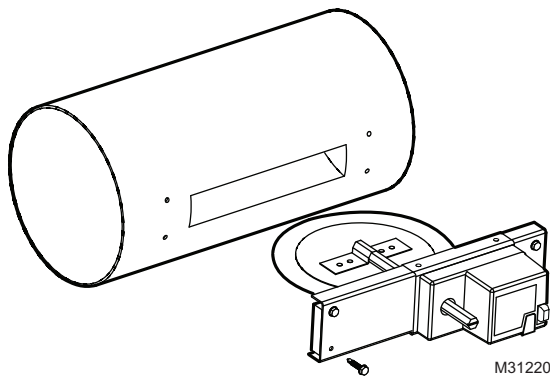

Fig. 3. Inserción del regulador RRD en el conducto.
4. Deslice el regulador en el conducto y asegúrelo con los cuatro tornillos de montaje autoperforantes que se suministran. No ajuste demasiado los tornillos, ya que el conducto puede deformarse. Vea la Fig. 3.